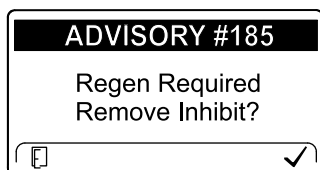

Рисунок 34
**Примечание:** Если вы установите в инфо-центре запрет регенерации, на экране через каждые 15 минут будет отображаться ИНФОРМАЦИОННОЕ СООБЩЕНИЕ № 185 (Рисунок 34), и двигатель будет запрашивать регенерацию со сбросом.